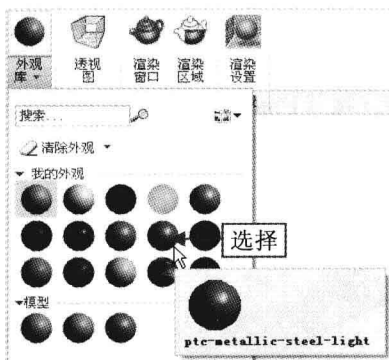

图 15-80 选择相应的材质球
Step 10 在“功能区”选项板中切换至“渲染”选项卡，单击“外观”面板中“外观库”下拉按钮，弹出下滑面板，在“我的外观”选项区中选择“ptc-metallic-steel-light”材质球，如图 15-80 所示。